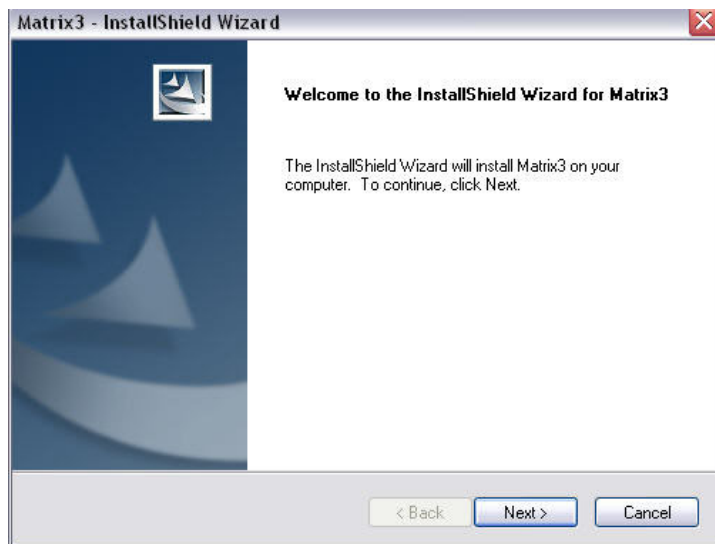

图 7
8. 单击“下一步”继续软件的安装并换到 Matrix3 InstallShield 向导（图 7）。单击“后退”按钮返回上一个安装屏幕，或单击“取消”结束软件安装。
9. 单击“下一步”。Matrix3 InstallShield 向导开始安装（图 7）。